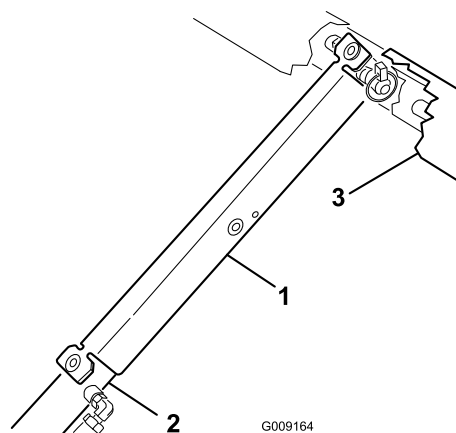

Figure 34
3. Poussez la béquille de sécurité sur la tige du vérin et vérifiez que les languettes d'extrémités sont en appui au bout du corps du vérin et au bout de la tige du vérin (Figure 34).